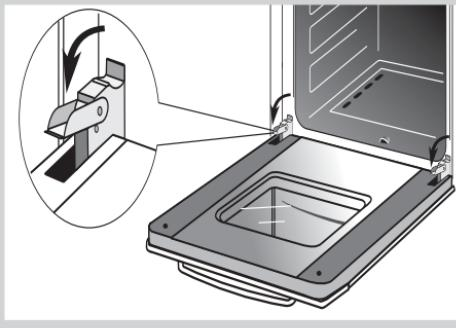

Рис.16
- поднимите и поверните до упора рычаги, расположенные на двух шарницах (рис. 16),